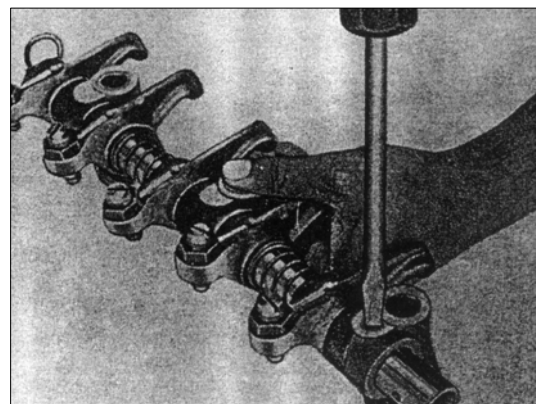

РИС. 61
- 5) Выкрутите винт без головки с пазом под отвертку, удерживающий ось коромысла во внутренних кронштейнах и выньте кронштейны, оси коромысел клапанов, пружины коромысел и пружинную защелку (рис. 61).